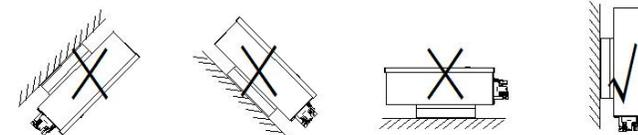

Figura 2 Posizione di installazione
- (1) La temperatura dell'ambiente è compresa tra -25 °C e 60 °C.
- (2) La superficie di installazione dovrebbe essere perpendicolare alla linea orizzontale. Fare riferimento alla figura 2.